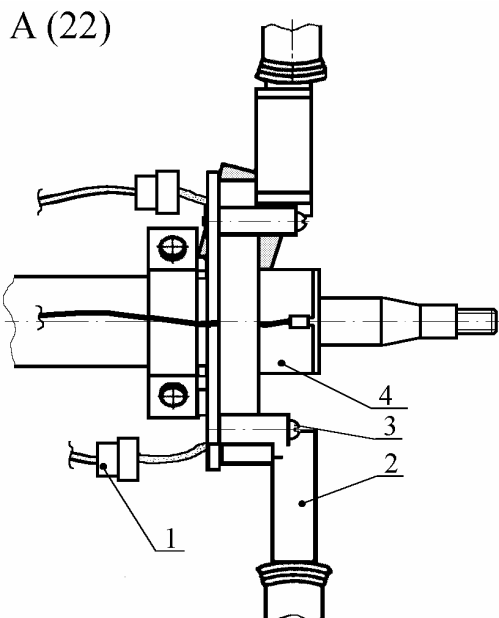

Рис. 23. Снятие переключателя световой сигнализации:
7.3. Отсоединить колодку 1 (рис. 23) жгута проводов от переключателя 2 световой сигнализации.
7.4. Снять переключатель 2 (рис.23) световой сигнализации, вывинтив и сняв два винта 3 его крепления к основанию 4 переключателей (отвертка ГОСТ17199-88).